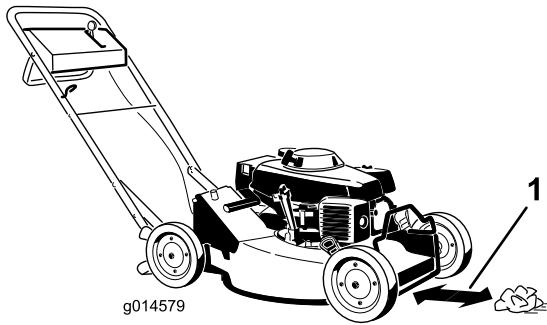

Figura 20
4. Mueva el control de velocidad de avance a la posición de Punto muerto (N).
5. Tome media página de periódico y haga una bola con ella que sea lo suficientemente pequeña como para pasar por debajo de la carcasa (unas 76 mm de diámetro), según muestra Figura 20.
6. Coloque la bola de papel de periódico a unos 12.7 cm (5 pulgadas) por delante de la máquina (Figura 20).
- A. Coloque la bola de papel de periódico a unos 12.7 cm (5 pulgadas) por delante de la máquina (Figura 20).